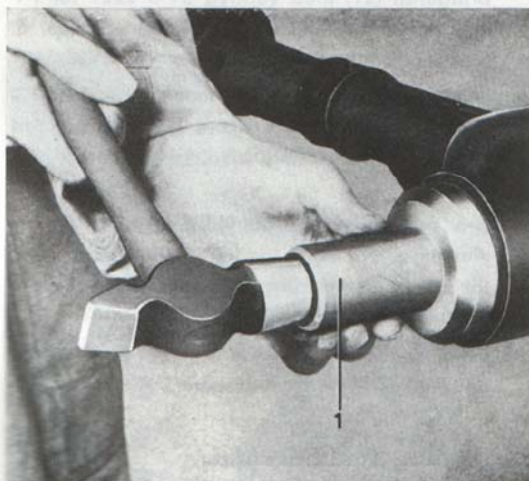

Bild 8. Mont. av tätningssring.
3. Lägg i ny papperspackning och montera den nya tätningssringen med dorn SVO 2410, bild 8.
8. Montera plåtbricka (19) och tätningring (20) med packning. För tätningringen användes verktyg SVO 2410, se bild 8. Därefter pressas medbringaren på med hjälp av pressverktyget, se bild 9. Montera bricka (24) och mutter (22), vilken skall dragas med det moment som är angivet i specifikationerna.